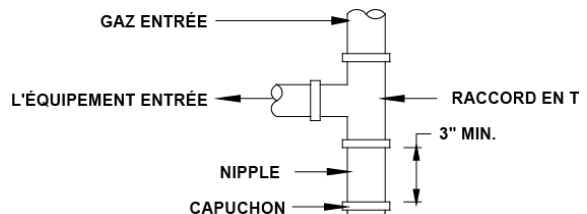

Figure 12: Siphon du Sédiment Typique (exigé pour toutes les installations)
- Le code NFPA et Hearthstone exigent l'utilisation d'une trappe à sédiment dédiée en amont de l'appareil. Les dommages à la soupape ou aux autres composants dus l'absence de la trappe à sédiment ne sont pas couverts par la garantie (voir Figure 12)